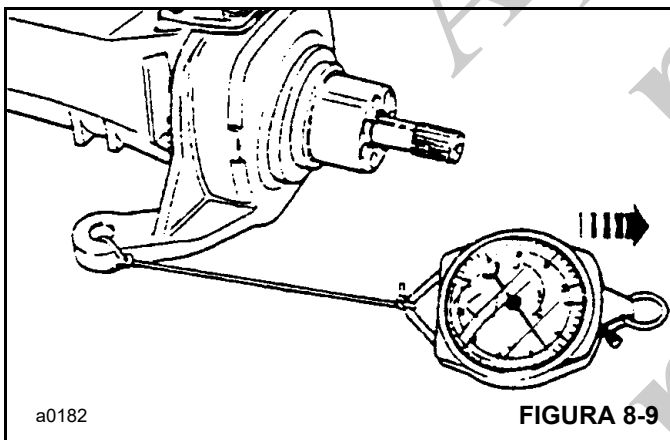

FIGURA 8-9
6. Meça o torque de rolamento do eixo, Figura 8-9. A leitura deve ser entre 0,5 e 1 Nm (0.37 e 0.74 lb-pé ) superior à registrada na Etapa 1.
8. Conecte uma balança de mola (Figura 8-9) à rótula da barra de tração e gire a rótula. Aperte os parafusos **26** do munhão superior para eliminar a folga, mas sem pré-carga do rolamento, isto é, sem aumentar a leitura na balança de mola.